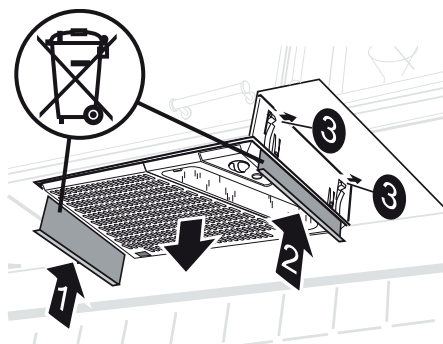

Fig.5
Tryck upp demonteringsplåtarna (1 och 2) mellan spisfläkten och inbyggnadsramen, så att fjädrarna (3) frigörs. Dra ner spisfläkten från inbyggnadsramen, Fig.5.